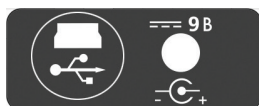

Рисунок 5
4.3.2. На торцевой панели блока НТМ-Терминал расположены (рис. 5):
- вставьте штекер зарядного устройства в ответную часть разъема 2 (рис. 5);